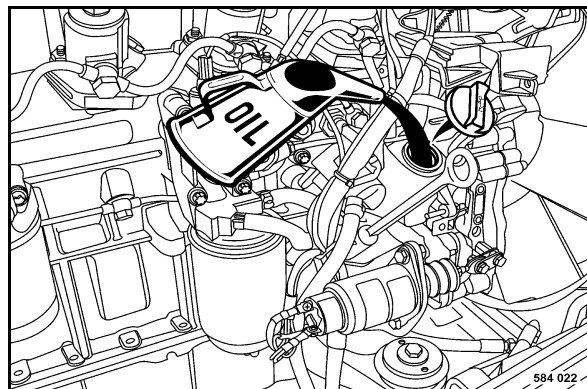

Fig. 142
- Remplir l'huile moteur neuve (Fig. 142) .